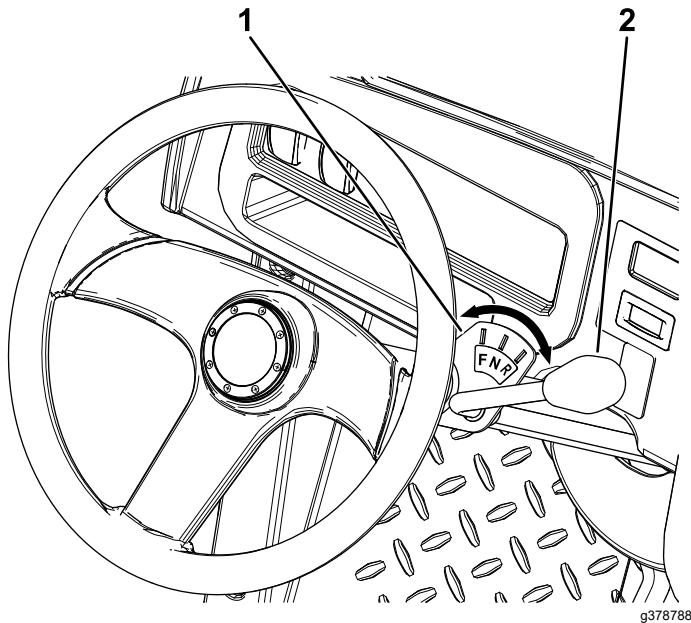

Рисунок 9
У рычага переключения передач есть три положения по индикатору переключения передач: ПЕРЕДНИЙ ход (F), Задний ход (R) и НЕЙТРАЛЬ (N) (Рисунок 9).
Из НЕЙТРАЛЬНОГО (N) положения рычаг переключения передач можно переместить влево в положение ПЕРЕДНЕГО хода (F) или вправо в положение заднего хода (R) (Рисунок 9).